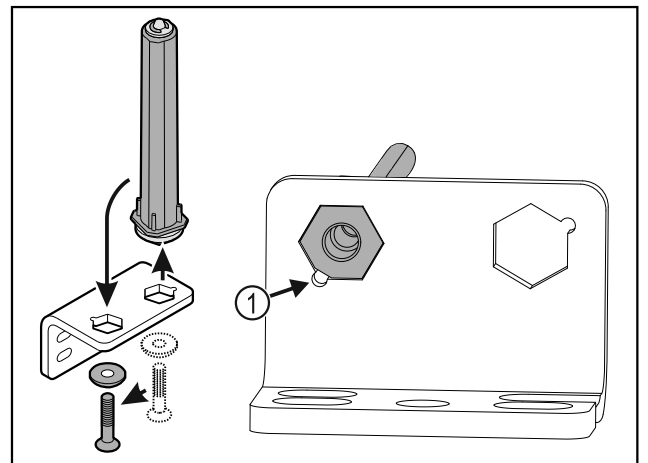

Fig. 31
- Varmista, että pultin viiste Fig. 31 (1) osoittaa pyöreää aukkoa kohti, kun se asetetaan paikalleen.